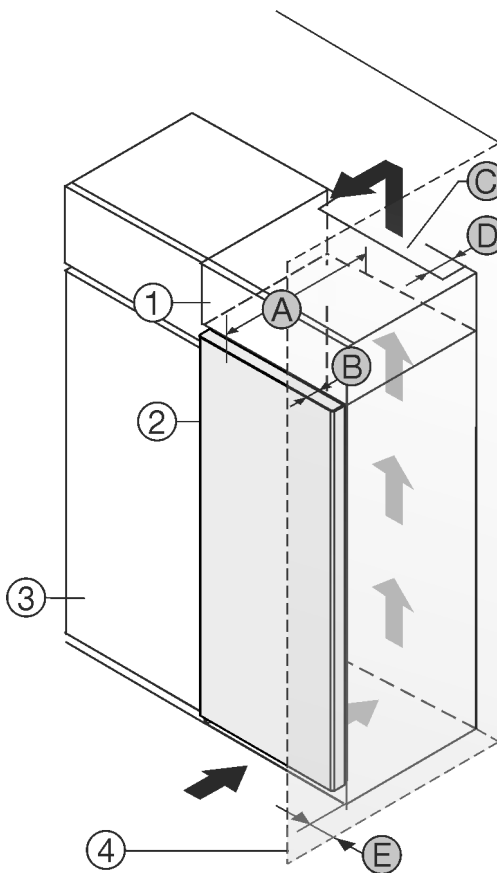

Fig. 1
Urządzenie można ustawić bezpośrednio obok szafki kuchennej Fig. 1 (3)*.
Na tylnej ścianie szafki nasadzonej wymagany jest wywiewny kanał wentylacyjny o głębokości Fig. 1 (D) na całej szerokości szafki.*
Pod sufitem pomieszczenia należy zachować przekrój wentylacyjny Fig. 1 (C)*.
Jeżeli urządzenie będzie ustawiane z zawiasami do ściany Fig. 1 (4), to pomiędzy urządzeniem i ścianą należy zachować minimalny odstęp, wynoszący 13 mm.*
Jeżeli urządzenie będzie ustawiane z zawiasami do ściany Fig. 1 (4), to pomiędzy urządzeniem i ścianą należy zachować minimalny odstęp, wynoszący 20 mm.*
By móc całkowicie otworzyć drzwi, urządzenie musi wystawać przynajmniej o głębokość drzwi Fig. 1 (B) za front szafki kuchennej. W zależności od głębokości szafek kuchennych Fig. 1 (3) oraz od zastosowania elementów dystansowych urządzenie może wystawać jeszcze bardziej.*